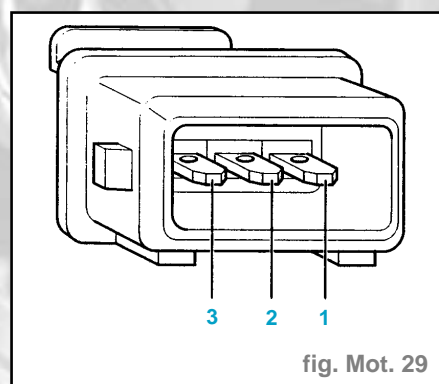

fig. Mot. 29
- Raccorder le multimètre aux contacts 1 et 2 du raccord menant au transmetteur pour la mesure ohmique (fig. mot. 29)